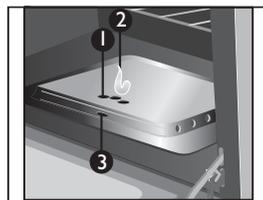

Figura 56.
- Conserve la llama en el tubo difusor hasta que la fuente de calor esté completamente encendida y estable. Verificar a través de las dos perforaciones delanteras o en la perforación frontal según modelo (Ver figura 56).